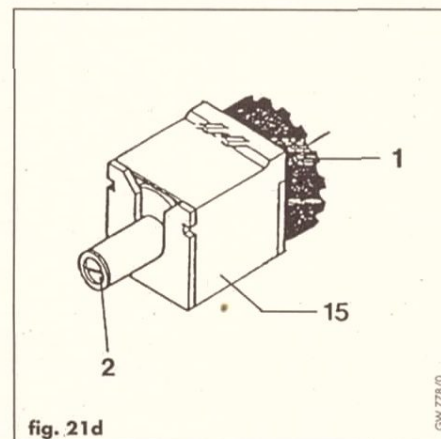

fig. 21d
- Agire sulla rotella di regolazione (1, fig. 21d) posta dietro il magnete di modulazione.
- c) Staccare i cavetti dell'alimentazione elettrica dal magnete di modulazione (15, Fig. 21d).
- e) Agire sulla vite (2, fig. 21d) per modificare la quantità di gas.